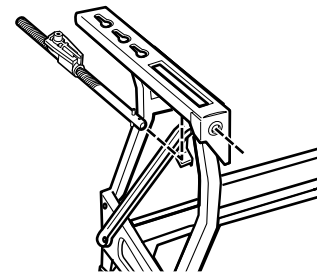

FIG. 3
- Select the vise screws (D) and the pivot nuts (E). Screw one pivot nut onto each vise screw about halfway, as shown in Figure 3.
- Insert the unthreaded end of the vise screws into the frame such that the pivot nuts are located in the slots on the top of the frame and the unthreaded ends protrude through the holes in the front of the frame, as shown in Figures 3 and 4.
1. Prendre les vis d'étau (D) et les écrous de pivot (E). Visser à moitié un écrou de pivot sur chacune des vis d'étau comme le montre la figure 3.
2. Glisser le bout non fileté des vis d'étau dans le cadre de façon à placer les écrous de pivot dans les orifices de réglage qui se trouvent sur le dessus du cadre et à laisser dépasser les bouts non filetés par les trous sur le devant du cadre (fig. 3 et 4).